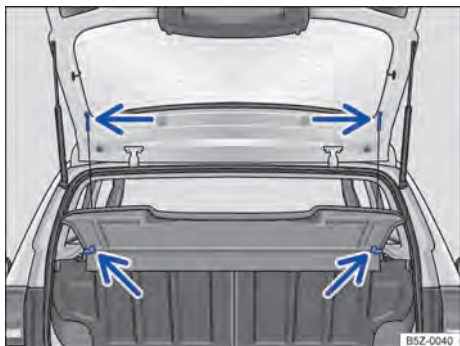

Fig. 79 No compartimento de bagagem: remover e instalar a cobertura do compartimento de bagagem.
- Desprender os cordões de retenção do suporte da tampa traseira ⇒ Fig. 79 (setas superiores).
- Retirar a cobertura do compartimento de bagagem por trás, para fora dos suportes laterais ⇒ Fig. 79 (setas inferiores).
- Empurrar a cobertura do compartimento de bagagem para a frente, introduzindo-a nos suportes laterais ⇒ Fig. 79 (setas inferiores).
- Encaixar os cordões de retenção na tampa traseira ⇒ Fig. 79 (setas superiores).